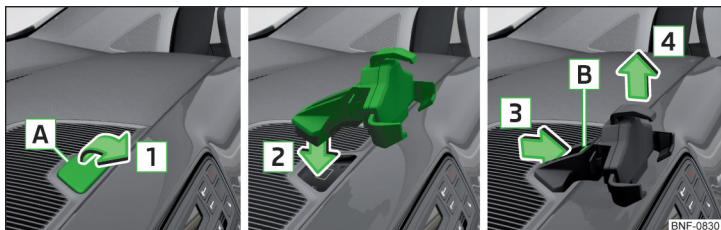

Fig. 78 Scoaterea măștii / fixarea adaptorului / scoaterea adaptorului
- › Introduceți, de exemplu o monedă în fanta **A** și ridicați masca în sensul săgeții **1** » fig. 78.
- › Apăsați tasta de deblocare **B** în sensul săgeții **3** și scoateți adaptorul în sensul săgeții **4** » fig. 78.